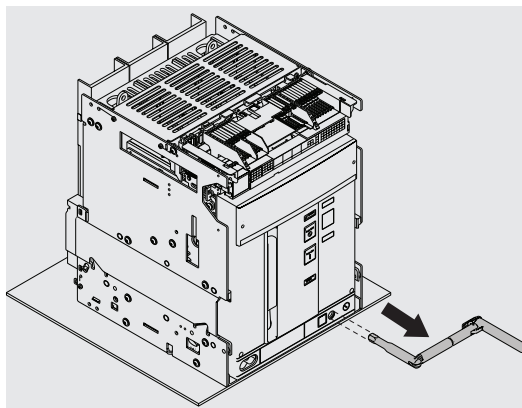

Figure 48
12. Extraire la manivelle. Voir Figure 48.